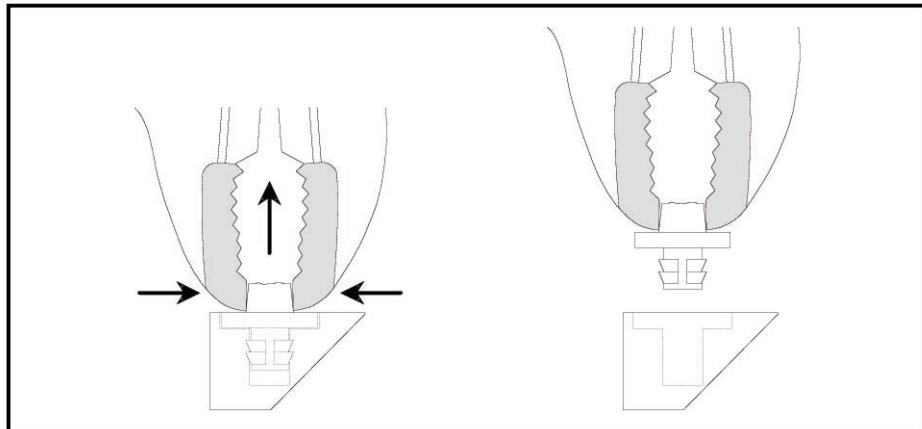

図 2.3 壊れたピンを取り除く。ピンの破片が残っていないか注意。
- 2、ペンチ、プライヤーなどの道具で、壊れたグリルピンを真上に取り除いてください。(図 2.3 参照)